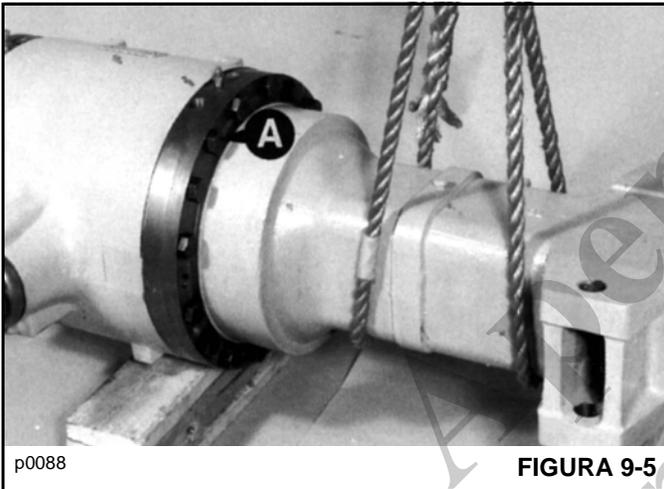

FIGURA 9-5
1. Apoie o braço do eixo Figura 9-5 e remova os parafusos A.